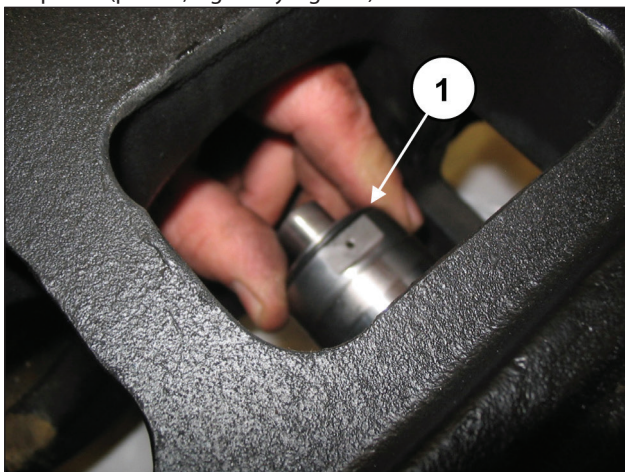
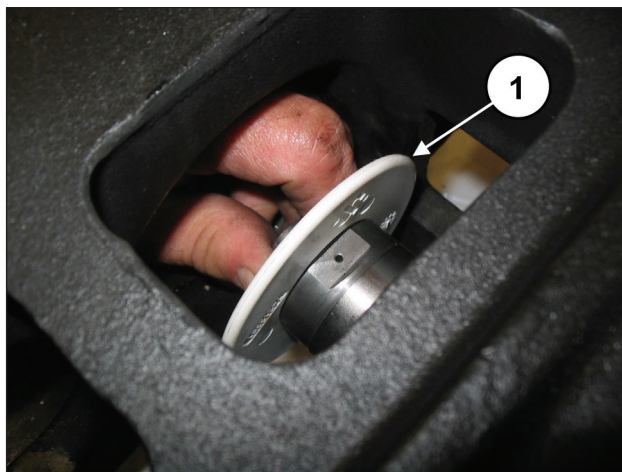

Fig. 179
Fig. 180
Colocar el retén con la junta tórica en el alojamiento de la guía del pistón (pos. ①, Fig. 179 y Fig. 180).